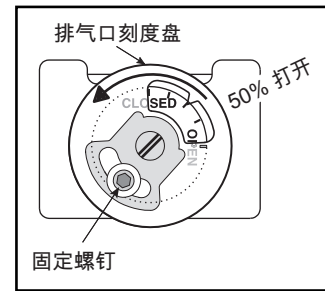

图 4.3. 手动燃气蝶阀开 50%
3. 设置每个燃烧器的手动燃气蝶阀, 使其处于 50% 打开的位置。参见图 4.3。如果用的是可调节的孔板阀, 设置到 5, 从底算一圈是 360°。